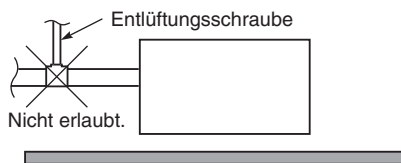

Abb. 3-10
- Keinen Entlüftungshahn anbringen, da dies zu einem Herausspritzen von Wasser aus der Ablaufleitungsöffnung führen kann. (Abb. 3-10)